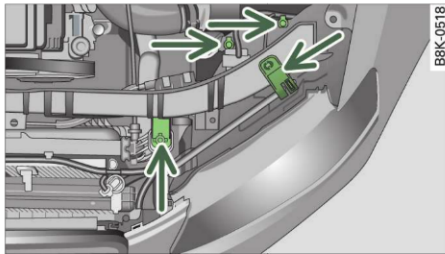

Fig. 260 Farul principal: Punctele de fixare marcate
- Eliberați cele două șuruburi ale farului principal și cele două șuruburi de pe partea posterioară a farului principal (șuruburile de pe partea posterioară se desfac în maxim cinci rotații) ⇒ fig. 260.